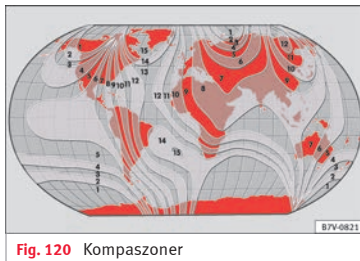

Fig. 120 Kompasjoner
- Vælg kompaszone i henhold til bilens aktuelle position »» Fig. 120.